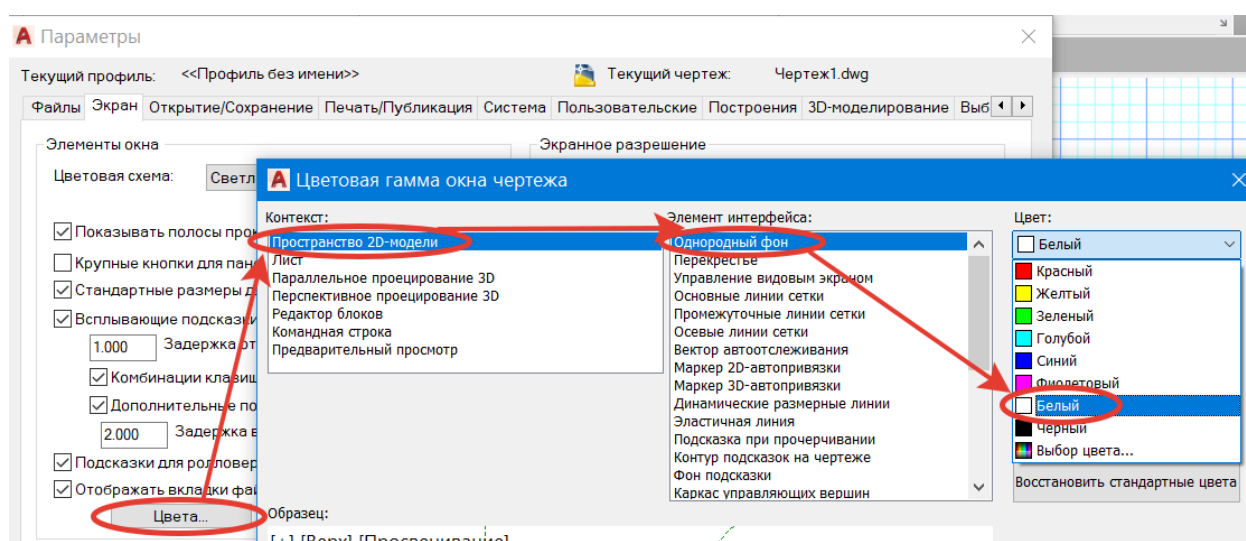

Рис. 21. Изменение цвета пространства 2D-модели
- 2) в открывшемся окне Цветовая гамма окна чертежа выбрать Контекст: Пространство 2D-модели, Элемент интерфейса: Однородный фон и выбрать из выпадающего списка желаемый цвет (на рис. 21 это белый);